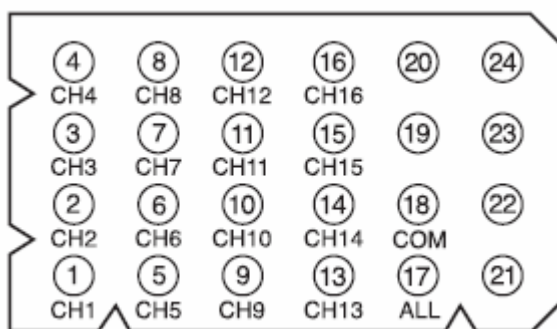

Рис.1
Разъем для подключения микрофонной консоли Inter-M RM-616. Распайка разъема дана на рис.1.
3. Соедините микрофонные консоли RM-616 с разъемами 1, 2 на задней панели контроллера ECS-616 (рис.1).